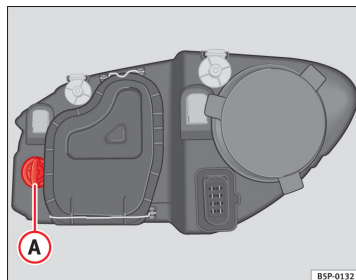

Fig. 163 Blinklyspære
- Drej pæreholderen ⇒ Fig. 163 A mod venstre, og træk i den.